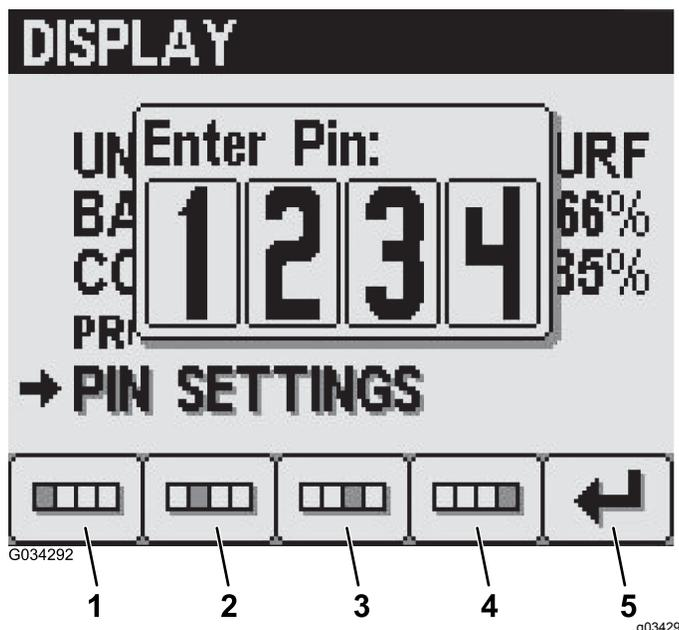

Figura 32
2. Introduzca su PIN de 4 dígitos con los botones 1 a 4, y pulse el botón 5 para guardar el PIN en el InfoCenter (Figura 32).
4. En la pantalla Introducir PIN antiguo, introduzca su PIN antiguo con los botones 1 a 4, y pulse el botón 5 para introducir el PIN en el InfoCenter (Figura 32).